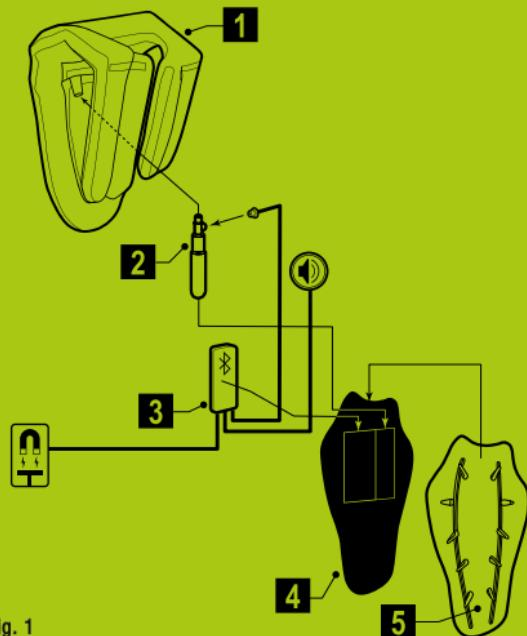

Fig. 1
- Un sistema airbag (Fig. 1) comprendente: